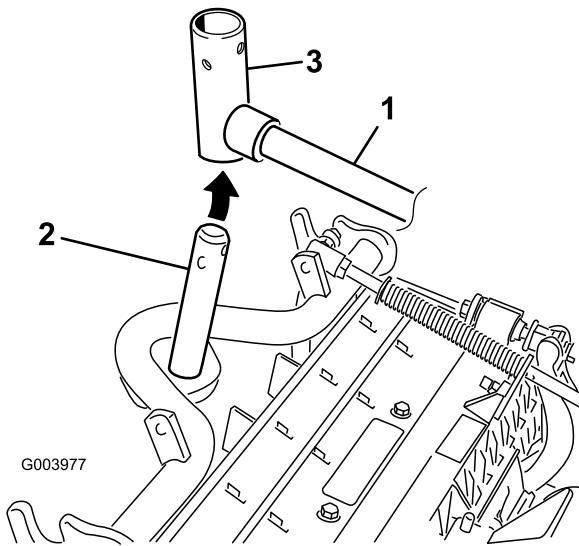

Bild 7
7. Frontschneideinheiten: Schieben Sie eine Schneideinheit unter den Hubarm und schieben Sie gleichzeitig die Trägerrahmenwelle in das Gelenkjoch des Hubarms (Bild 7).
- B. Setzen Sie das Hubarmjoch in die Trägerrahmenwelle ein (Bild 7).